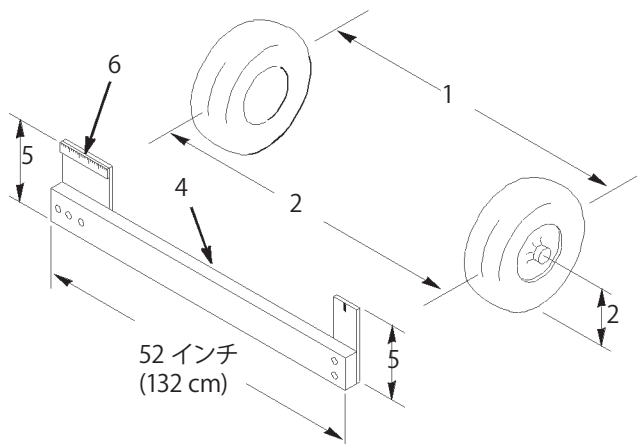

図50
4. 前輪の前と後ろで、左右のタイヤの中央線間距離を測る(図50)；計測はアクスルの高さで行う。前輪の後ろで、アクスルの高さで測定を行うには市販または手製のトーイン測定器が必要となる。前後の計測とも同じ道具を使用し、アクスルの高さで正しく測定すること(図50)。前後の計測値が同じか、前での測定値が0～6 mm 小さければよい。